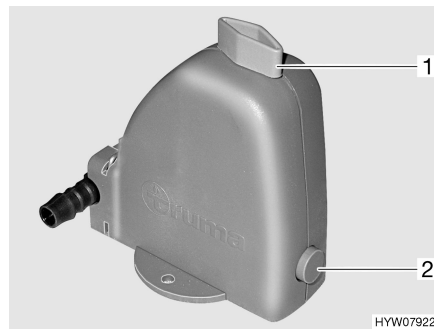

Fig. 68 Valve de sécurité et de vidange
Le chauffage est équipé d'une valve de sécurité et de vidange (Fig. 68). La valve de sécurité et de vidange évite que l'eau destinée à la préparation d'eau chaude ne gèle lorsqu'en cas de gèle, le chauffage n'est pas en marche.
- Fermer la valve de sécurité et de vidange. Tourner pour cela le bouton rotatif (Fig. 68,1) dans le sens transversal par rapport à la valve de sécurité et de vidange et enfoncer le bouton-poussoir (Fig. 68,2).
- Ouvrir la valve de sécurité et de vidange. Tourner le bouton rotatif (Fig. 68,1) dans le sens longitudinal par rapport à la valve de sécurité et de vidange. Le bouton-poussoir (Fig. 68,2) ressort. Le récipient d'eau sanitaire est vidé via la valve de sécurité et de vidange.